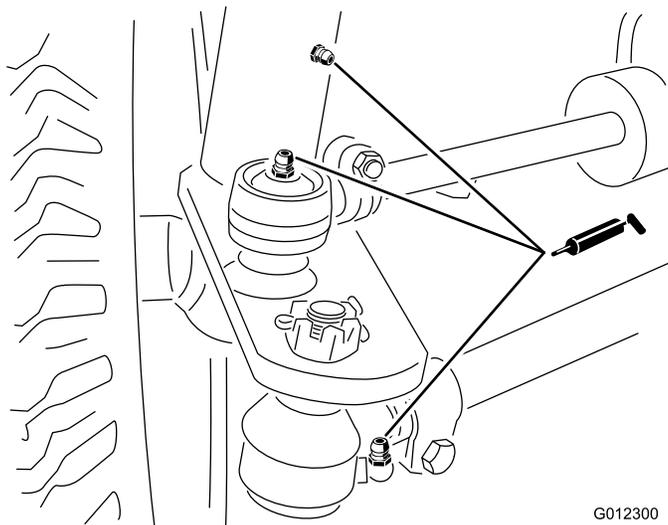

Figura 26
- Eixo traseiro (6) (Figura 26)